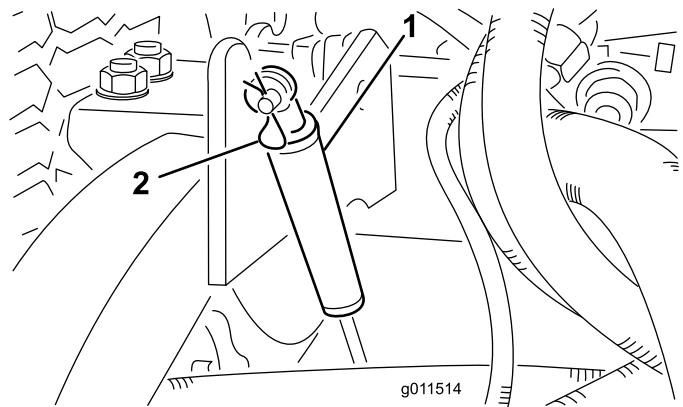

Figure 5
8. Retirez les goupilles fendues qui fixent les amortisseurs aux bras de relevage du plateau (Figure 5).